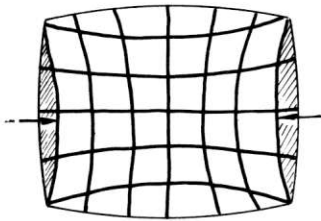

Fig. 17
- 3°) Rechercher la position des aimants de correction donnant le maximum de coussin (fig. 17).